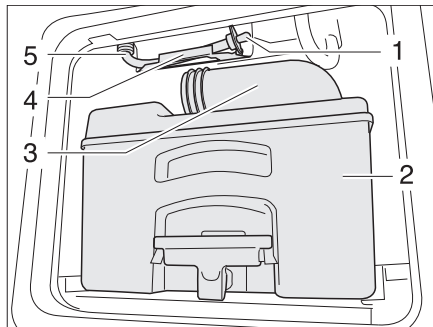

Bild 268 Avloppsslang vattentank
- Töm kassetten (Bild 268,2) på ett därför godkänt avloppshanteringsställe och rengör den.
- Lämna tömningsröret (Bild 268,3) vara öppet.
- Tag ut avloppsslangen (Bild 268,5) ur hållaren (Bild 268,4).
- Ta ur avloppsproppen (Bild 268,1) och låt resterande vatten rinna ut.